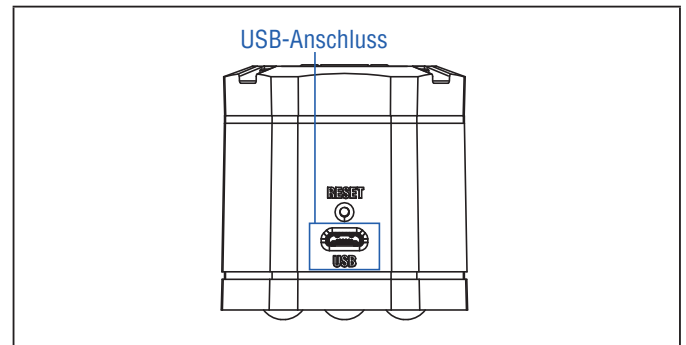

Abb. 39: USB-Buchse am TempoLink® Sensorassistenten
1. Stecken Sie den Micro-USB-Stecker des USB-Kabels in den Anschluss „USB“ an den TempoLink® Sensorassistenten (Abb. 39).